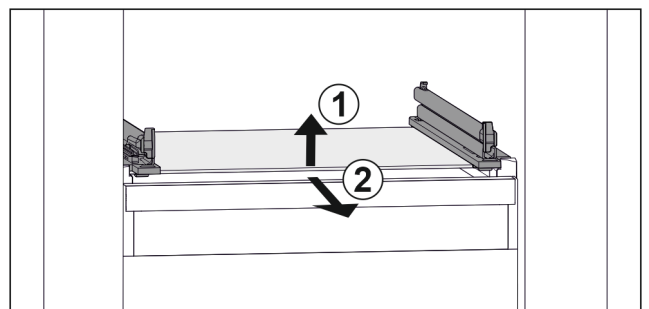

Fig. 118 Приблизне відображення скляної пластини
- ▶ Підняти скляну пластину спереду. Fig. 118 (1)
- ▶ Вийняти скляну пластину рухом вперед. Fig. 118 (2)